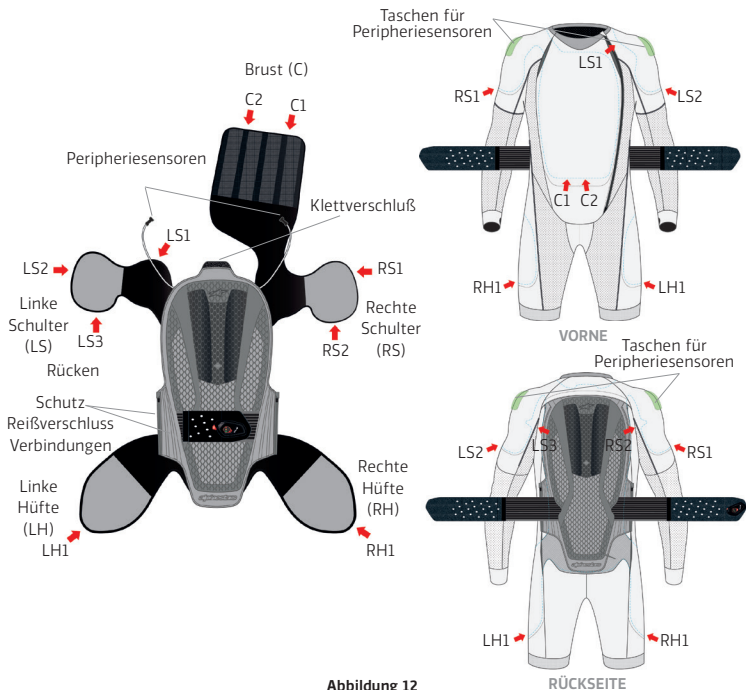

Abbildung 12
Die Basisschicht (1) kann gemäß der Anweisungen auf dem Waschetikett gereinigt werden. Entfernen Sie vor dem Waschen den Rückenprotector (7) und den Airbag (5) von der Basisschicht (1), öffnen Sie die Reißverschlussverbindungen des Rückenprotectors (8) und lösen Sie die Klettverschlüsse am Hals. Entfernen Sie die peripheren Sensoren (11), die sich auf der Rückseite der Schultern befinden, indem Sie die Sensortasche öffnen und die Sensoren aus ihrer Halterung entfernen. Bevor Sie den Airbag (5) aus den Taschen der Basisschicht (1) entfernen, lösen Sie die Befestigungsclips in jeder Tasche wie in Abbildung 12 dargestellt.
Nach der Reinigung der Basisschicht (1) montieren Sie die Airbags (5) wieder korrekt auf die Basisschicht (1), indem Sie den nachstehenden Anweisungen und Abbildung 12 folgen:
1. Befestigen Sie die Klettverschlüsse am oberen Teil der Airbags (5) mit dem entsprechenden Klettverschlüssen der Basisschicht (1).
2. Schließen Sie beide Reißverschlussverbindungen des Rückenprotectors (8).
3. Bringen Sie die peripheren Sensoren (11) wieder auf der Rückseite der Schultern an. Dazu öffnen Sie die Klettverschlüsse der Sensortaschen, platzieren die Sensoren darin und schließen die Klettverschlüsse, wodurch sie Sensoren fixiert werden. Hinweis: Die Richtung, in der die Sensoren positioniert werden, ist nicht wichtig. Es ist aber wichtig, dass die rechten und linken Sensoren des Rückenprotectors (7) wieder auf der rechten bzw. linken Schulter platziert werden und nicht umgekehrt.
4. Legen Sie die einzelnen Schutzbereiche der Airbags (5) in die entsprechenden Taschen ein und achten Sie dabei auf die richtige Positionierung des Airbags (5) (vermeiden Sie eine Verdrehen oder Faltenbildung) und auf die Verankerung der Airbags (5) mit allen an der Basisschicht (1) vorhandenen Clips. Insgesamt sind neun Clips vorhanden, die sich wie folgt aufteilen: 3 Clips für den linken Schulterbereich (LS), 2 Clips für den rechten Schulterbereich (RS), 2 Clips für den Brustbereich (C), 1 Clip für den linken Hüftbereich (LH) und 1 Clip für den rechten Hüftbereich (RH).